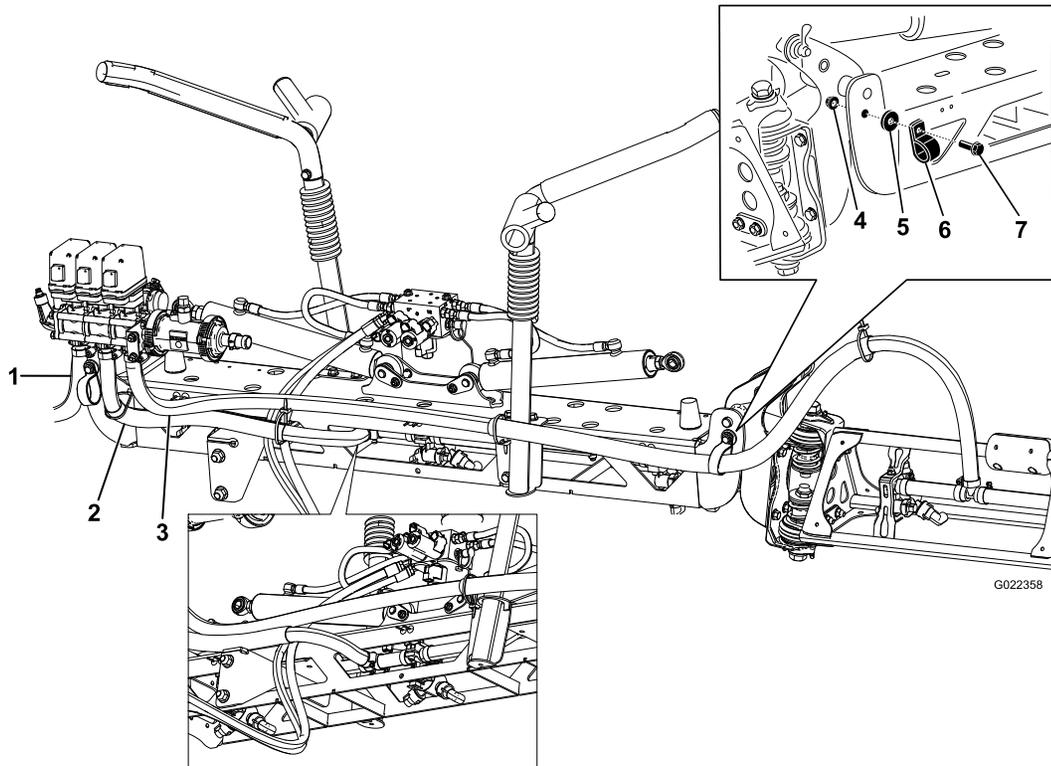

Figure 23
1. Acheminez les flexibles de rampes comme illustré à la Figure 23.
**Remarque:** Fixez les flexibles et les colliers en R avec un boulon à embase, une rondelle et un écrou comme illustré à la Figure 23.